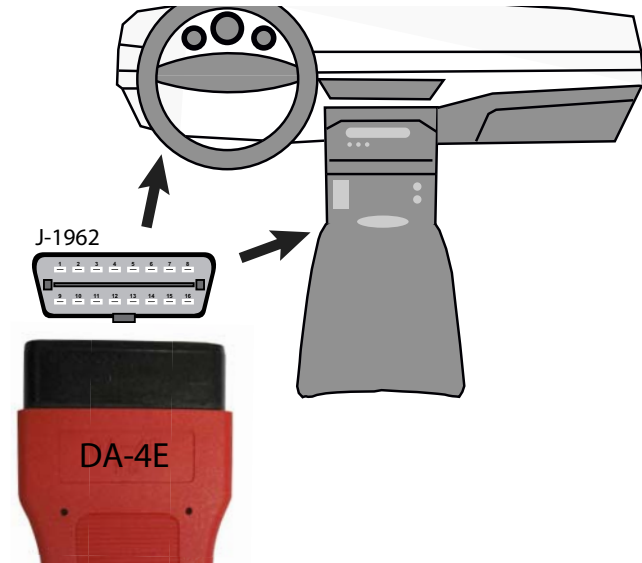

Figure 3-3
2. Connectez l'extrémité à 16 broches-(J-1962) du câble DA-4E (*Figure 3-3*) au DLC du véhicule.